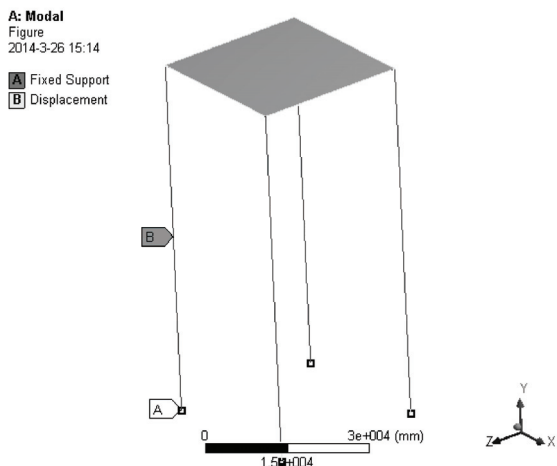

图 13-6 边界条件示意图
6) 选择 Mechanical 界面左侧 Outline 树结构图中的 Modal (A5) 选项，查看施加边界条件后的示意图，如图 13-6 所示。